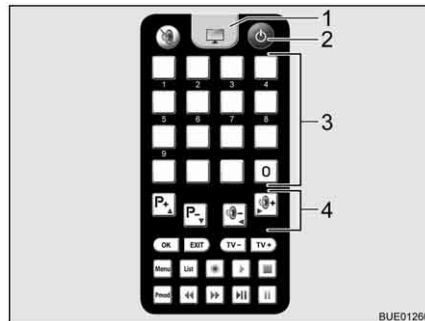

Fig. 33 Telecomando televisore
- Premere il tasto "⏻" (Fig. 33,2) sul telecomando. L'impianto si porta nella modalità di ricerca. Viene emesso un segnale acustico fisso.
- Per passare dalla ricezione televisiva al telecomando per il televisore, premere il tasto del televisore (Fig. 33,1). Il segnale acustico cessa. Sullo schermo compare un'immagine.
- Selezionare l'emittente desiderata con i tasti memoria (Fig. 33,3) sul telecomando del televisore o con i tasti funzione (Fig. 33,4).